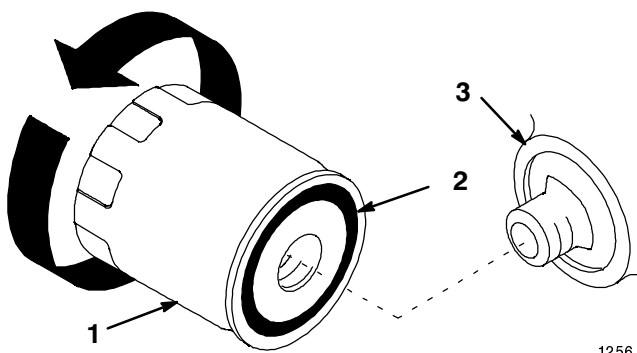

Figure 22
2. Déposez le filtre à huile usagé et essuyez la surface du joint de l'adaptateur (Fig. 22).
3. Appliquez une fine couche d'huile neuve sur le joint en caoutchouc du filtre de rechange (Fig. 22).
4. Posez le filtre à huile de rechange sur l'adaptateur. Tournez le filtre dans le sens des aiguilles d'une montre jusqu'à ce que le joint rejoigne l'adaptateur, puis donnez un demi tour supplémentaire (Fig. 22).